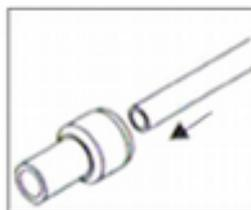

Рис. 4
1. Втолкнуть шланг в быстроразъемный фитинг (правильно установленный шланг углубляется на 1,5 см в быстроразъемный фитинг) (рис.4).